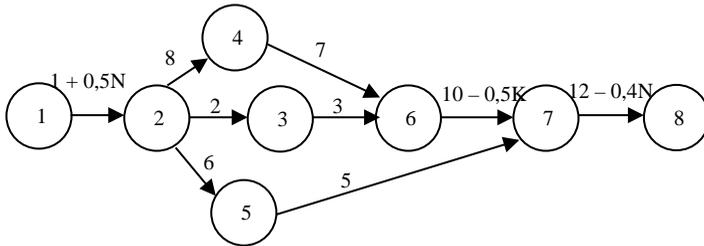

Рис. 3.28. Сетевой график работ проекта
- 3) время, за которое проект будет выполнен с вероятностью, не меньшей 0,75; 0,55 и 0,35 (рис. 3.28).